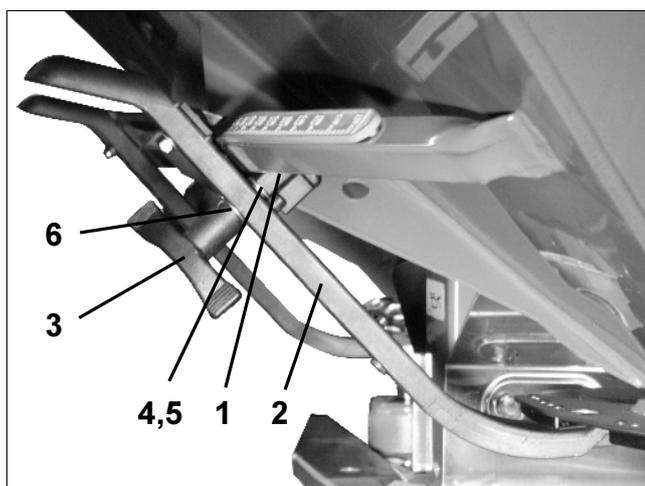

Fig. 105
- Fastspænding (Fig. 105/1) af skoddets håndgreb (Fig. 105/2) kan foretages på denne måde:
- Vingemøtrikken (Fig. 105/3) fjernes
- Bolten tages ud og de to underlægsiver (Fig. 105/4) byttes om (Fig. 105/5), så den bageste (Fig. 105/6) kommer ud foran.